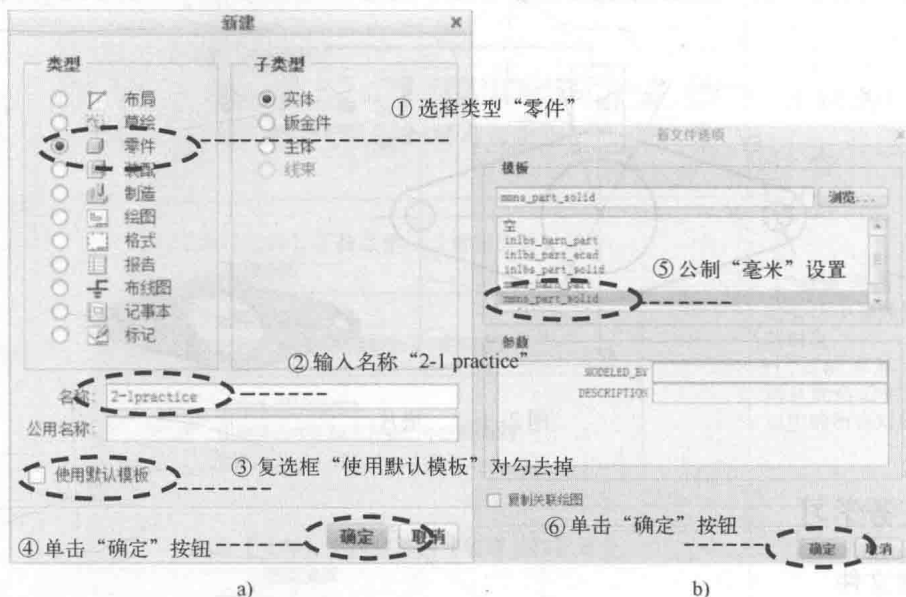

图 2-1-3 新建文件
① 单击“新建”按钮，系统弹出“新建”对话框，选择类型“零件”，输入名称“2-1practice”，将复选框“使用默认模板”的对勾去掉，单击“确定”按钮，系统进入“新文件选项”对话框，选择“mmns_part_solid”选项，以公制毫米为单位建模，如图 2-1-3 所示，单击“确定”按钮，进入 Creo 3.0 实体建模用户界面。